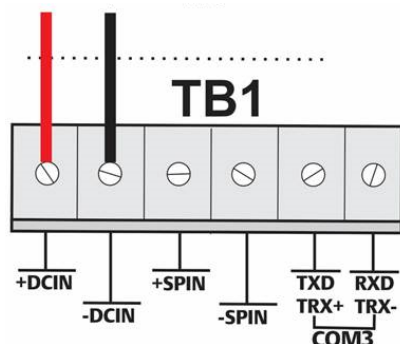

Figura 8. Cableado a la fuente de alimentación de CC
- Insertar cada extremo descubierto del cable en su conector adecuado y fijar el cable (consultar la Figura 8).